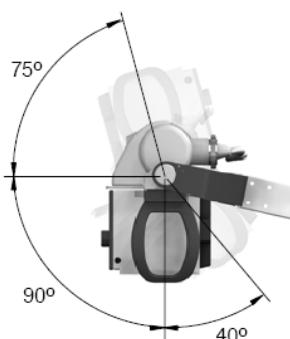

Рисунок 3.13 – Вращение блока источника рентгеновского излучения
- плюс 165° / минус 40° относительно своей горизонтальной оси (см. рисунок 3.13);